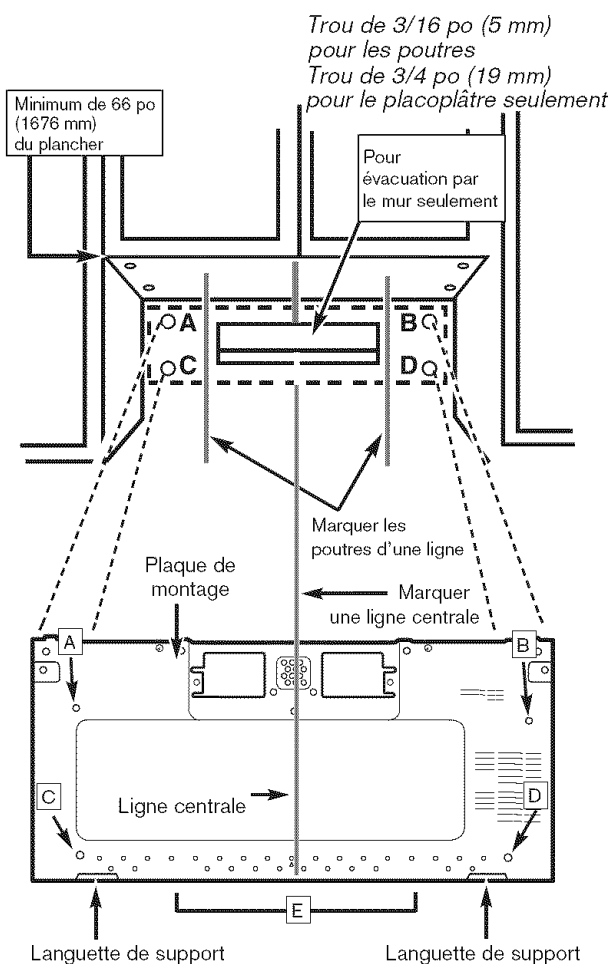
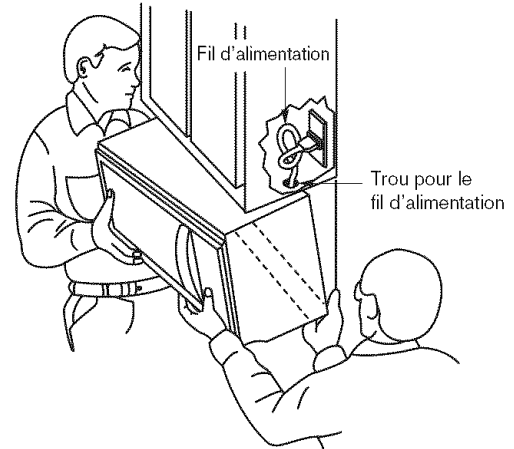

Figure 26
Figure 30
1. Soigneusement soulever le four à micro-ondes et l'accrocher sur les languettes de support (voir la Figure 26 à la page 15) dans la bas de la plaque de montage. En passant par l'armoire supérieure, passer le fil d'alimentation à travers le fond de l'armoire. Voir la Figure 30.